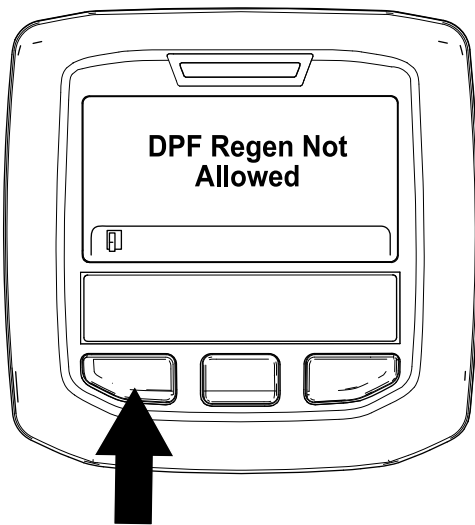

Figura 47
- Se o processo de regeneração não for permitido pelo computador do motor, surge a mensagem “DPF Regen Not Allowed” (Regen. do DPF não autorizada) no InfoCenter (Figura 47). Prima o botão esquerdo para sair para o ecrã inicial.